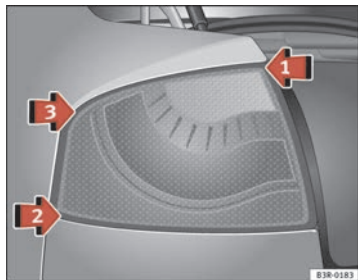
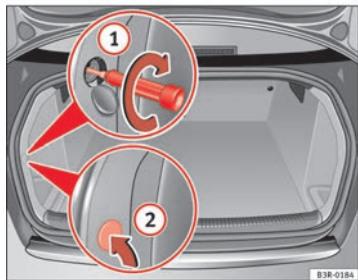

Abb. 215 Heckleuchte einbauen
Abb. 216 Gepäckraum: Lage der Befestigungsschraube für Heckleuchte
- Setzen Sie die Heckleuchte zuerst bei ⇒ Abb. 215 Pfeil ① in den Heckleuchtenträger ein.
- Drücken Sie die Heckleuchte in der Reihenfolge ② und ③ leicht an den Heckleuchtenträger, bis die Clips fest in den Gummilagern sitzen.
- Drücken Sie leicht auf die Oberseite der Heckleuchte und befestigen Sie diese vom Gepäckraum aus mit dem Schraubendreher ⇒ Abb. 216 ①.
- Die Abdeckung der Innenverkleidung ② wieder einsetzen.